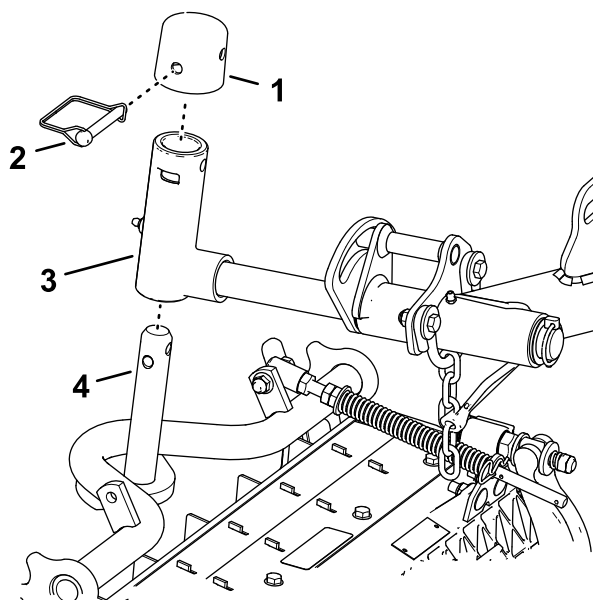

Bild 25
1. Schieben Sie ein Mähwerk unter den Hubarm (Bild 25).
Verriegeln Sie den Drehzapfen der Mähwerke, damit sich die Mähwerke beim Mähen an einem Hang nicht hangabwärts drehen. Benutzen Sie die Bohrung in der Gelenkwelle des Hubarms (Bild 25), um das Mähwerk zu arretieren. Verwenden Sie den Schlitz, wenn Sie das Mähwerk lenken möchten.